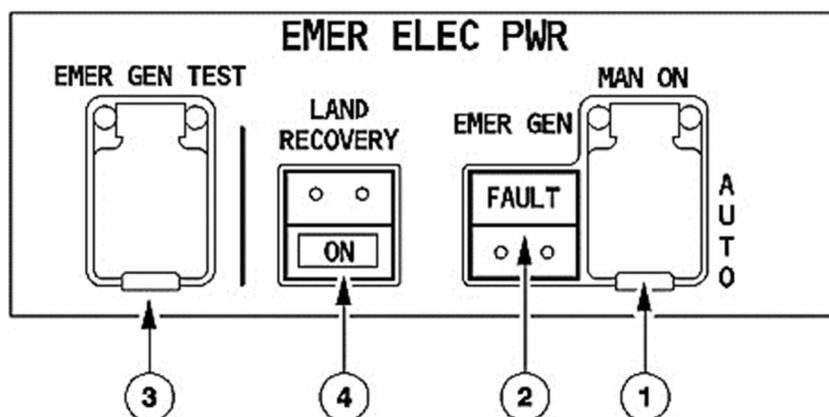

Рис. 1.5. Панель управления EMER ELEC PWR.
1.2.2. Органы управления аварийным генератором (рис.1.5.) размещены на панели EMER ELEC PWR, которая располагается на верхней панели (overhead), (211VU).